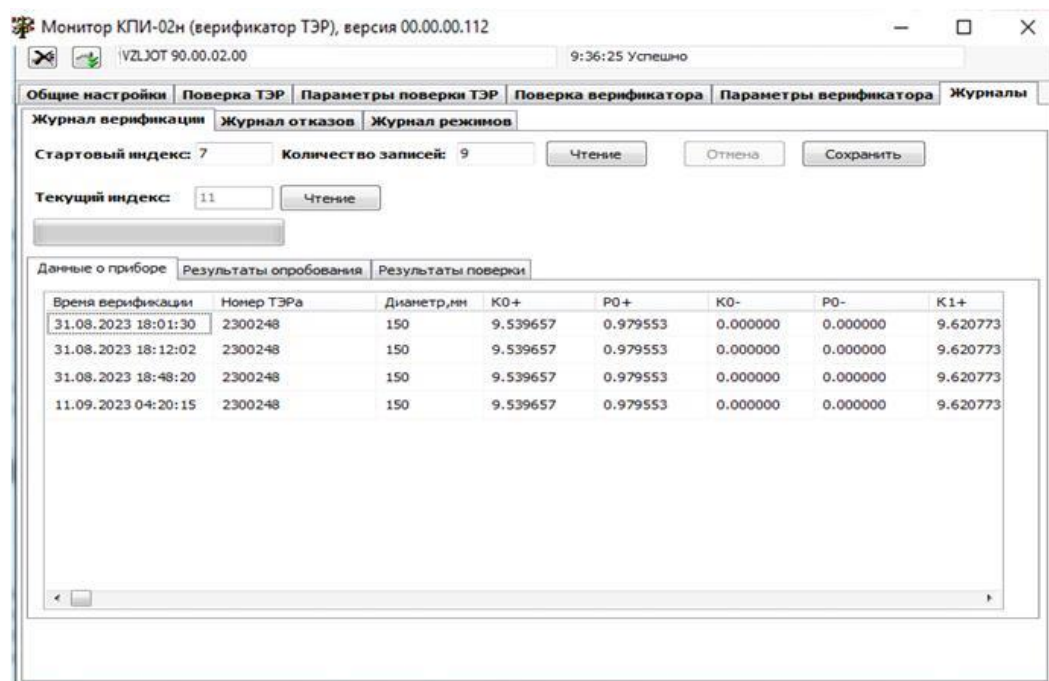
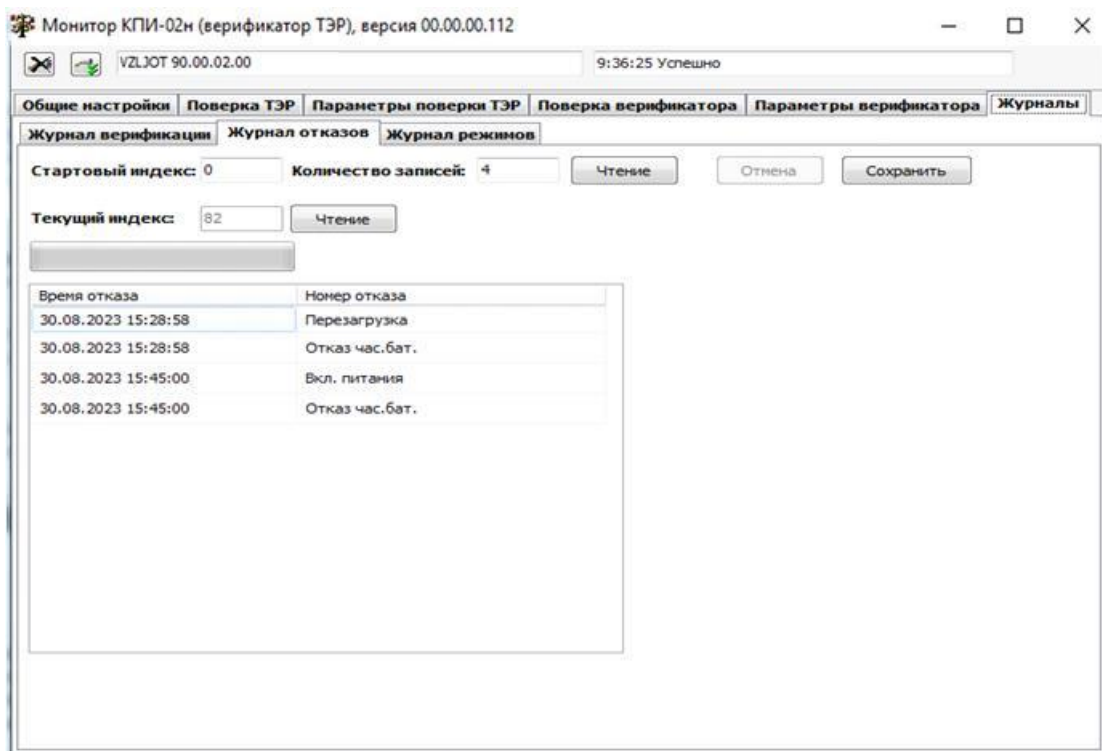
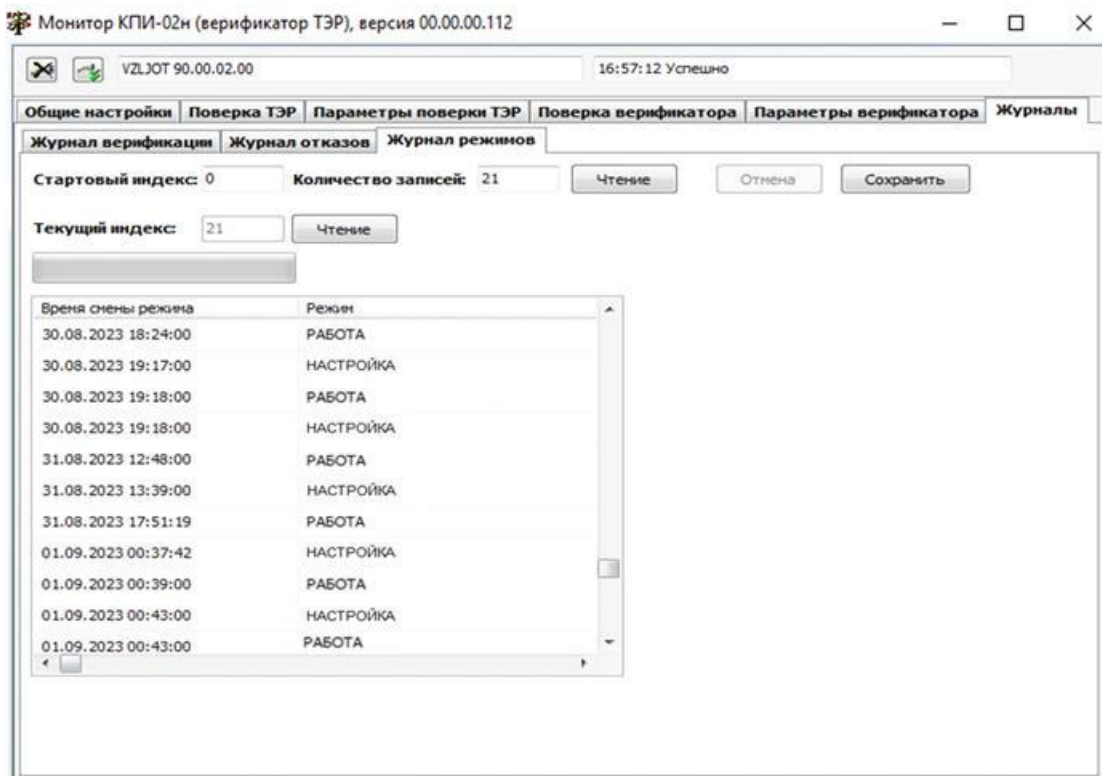

Рис.9. Вкладка «Журналы» / «Журнал верификации».
Рис.10. Вкладка «Журналы» / «Журнал отказов».
Рис.11. Вкладка «Журналы» / «Журнал режимов».
3.4.6. Во вкладке **Журналы** (рис.9) доступны для чтения результаты поверки ТЭР (раздел «**Журнал верификации**»), а также **Журнал отказов** (рис.10) и **Журнал режимов** (рис.11).
Аналогичным образом можно сохранить на ПК содержимое журнала отказов и журнала режимов. Для этого необходимо нажать кнопку **Сохранить** (см. рис.10, рис.11) и выбрать на ПК папку для хранения содержимого журналов. Запись происходит в формате .xls.